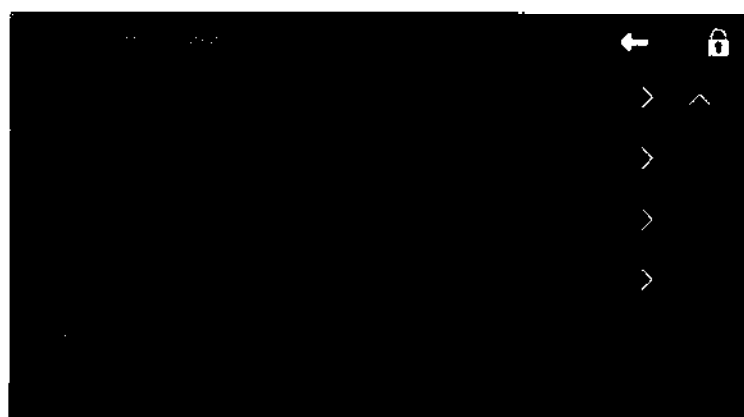

Рис. 3.81 – Пункт меню настроек «Управление пользователями»
3.11.1 Для активации режима «Управление пользователями» выберите соответствующий пункт меню настроек и введите код «2014» (рис. 3.81).